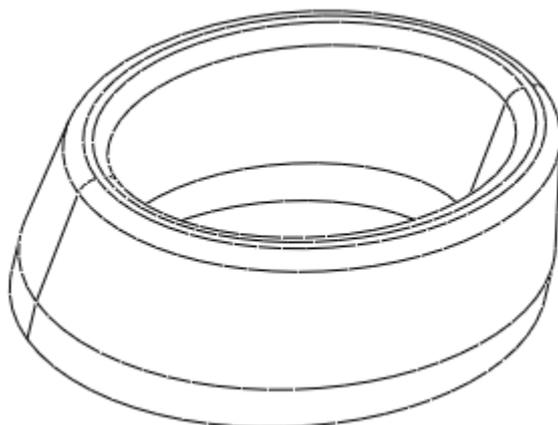

图 49-6
- (9) 单击【确定】按钮，完成扫描特征的建立，结果如图 49-6 所示。